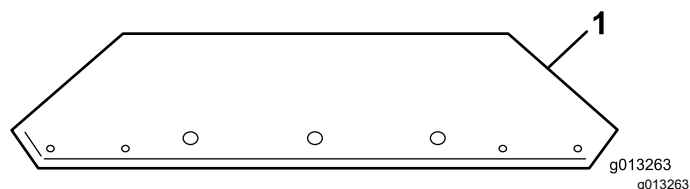

Figure 13
1. Sortez les extensions de la trémie de la caisse d'expédition et identifiez l'avant et l'arrière (Figure 13 et Figure 14).